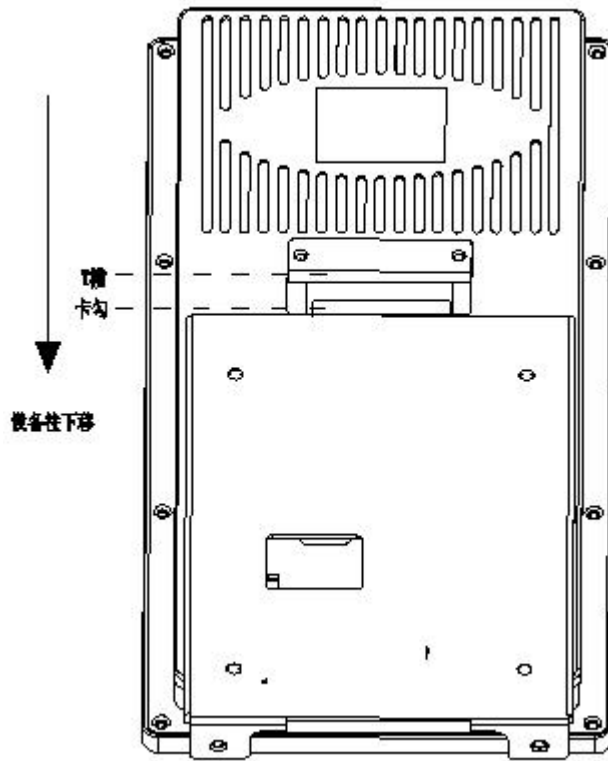

图 4-1
- 1、把连接好的网线和电源线等整理好后，将门禁设备往金属挂墙板上靠，设备往下移动，使得挂墙板卡勾完全卡入设备 T 槽内。如图 4-1 所示